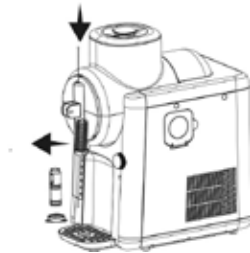

Abb. 7
13. Mithilfe des mitgelieferten Werkzeugs können Sie den Kolben im Auslass entfernen und ebenfalls reinigen (Abb. 7).